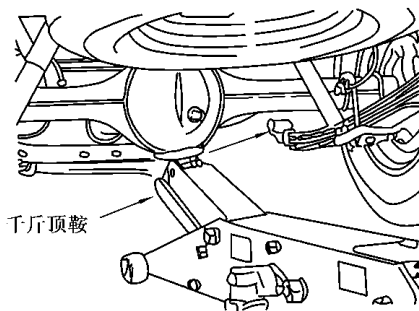

图 3.3.3
6. 千斤顶只能支撑于车辆上强度大或加强的部位,如图 3.3.3 所示。